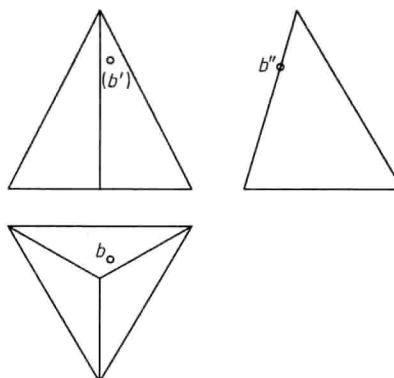

图 3
(48) 将机件的某一部分向基本投影面投射所得的视图，称为（ ）。
(49) 将机件的倾斜部分向不平行于基本投影面的平面投射所得的视图，称为（ ）。
(50) 根据图 3 所示物体三视图及表面点的三面投影，判断物体表面点 B 的空间位置（ ）。